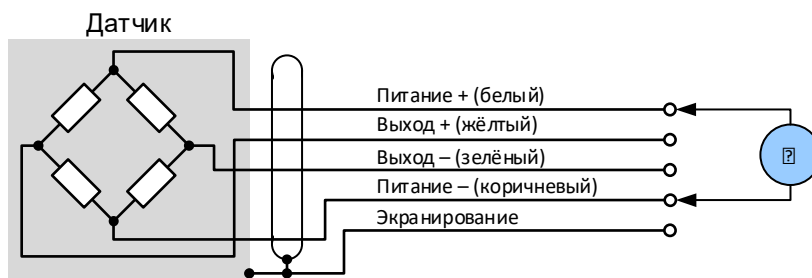

Рис. 10. Измерение сопротивления датчика
5. **Контроль сопротивления датчика.** Сопротивление датчика измеряется омметром, присоединённым к питательным проводникам датчика – рис. 10. Точное значение надо посмотреть в каталожном листе датчика, в основном сопротивление датчика находится в диапазоне от 370 до 400 ом. В случае, если сопротивление датчика значительно меньше, слишком загружает преобразователь, то вследствие с этим может питание напряжение понизится. Это показывает, что ошибка в датчике. Если сопротивление датчика в границах допуска и питательное напряжение продолжает понижаться, то ошибка находится в преобразователе.